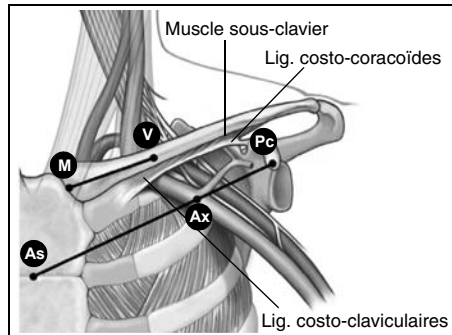

Figure 2. Des repères identifient le point d'entrée d'une ponction percutanée de la veine sous-clavière.
1. Se référer à la Figure 2 pour identifier les points As (angle sternal) et Pc (processus coracoïde).